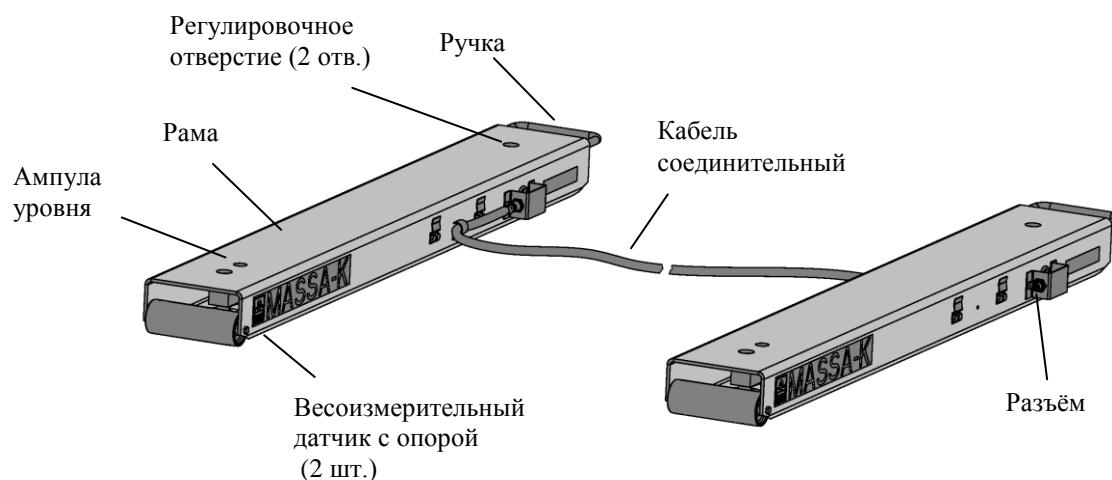

Рис. 8.1 - Модуль взвешивающий 4D-B_
- 8.1.1 Модуль состоит из двух однотипных рам с весоизмерительными датчиками (Рис. 8.1).
- 8.2.1 Распакуйте модуль. Выньте заглушки из регулировочных отверстий (Рис. 8.1).
- 8.2.7 Подключите к рамам соединительный кабель (Рис. 8.1).